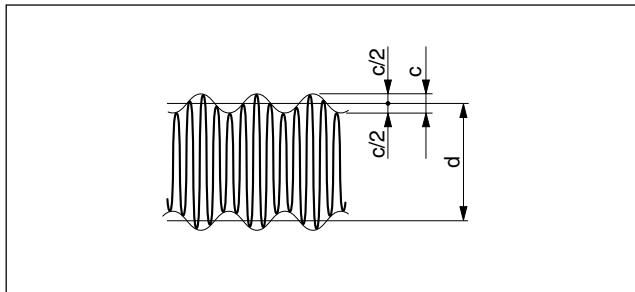

図4-6.
- ③ オシロスコープは0.5 V/div, 5 ms/divに設定し、機械を1~10 m/minの速度で動かしながら図4-6.のような波形が観測できるように (TIME/div) を設定し直してください。